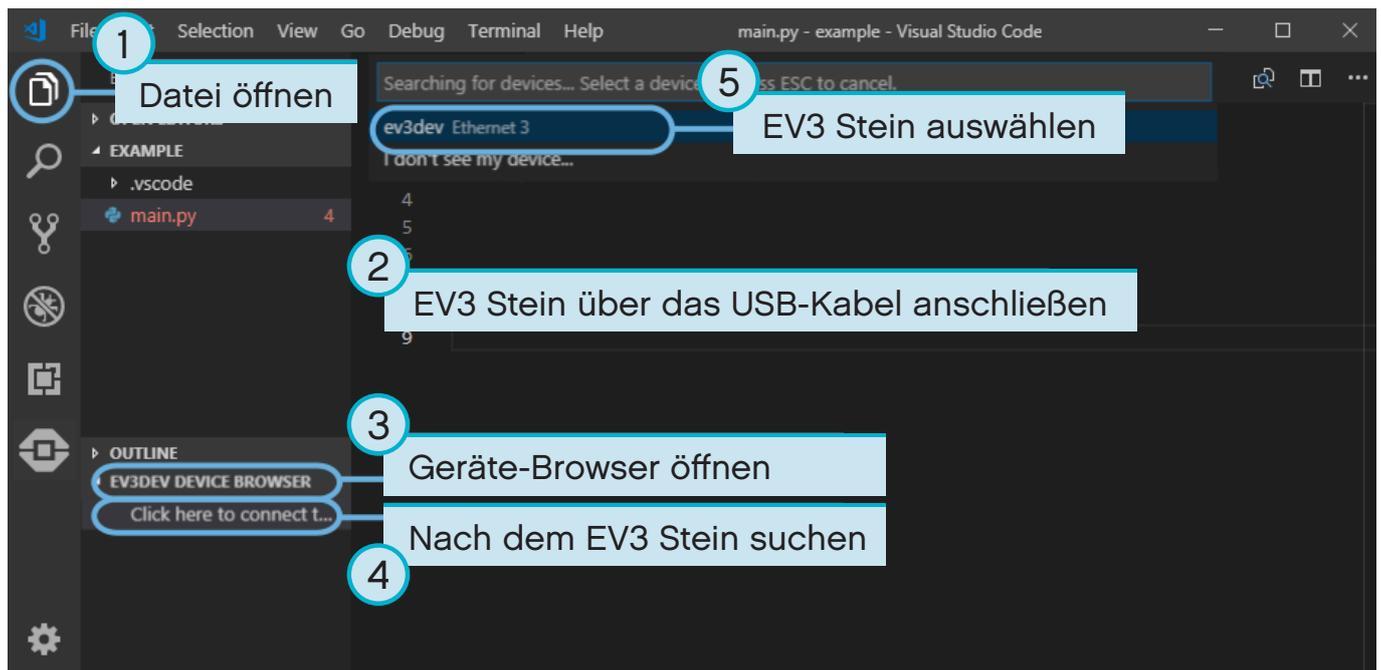

Abbildung 2.5: Einrichten der USB-Verbindung zwischen Computer und EV3 Stein
- Die USB-Verbindung wie in Abbildung 2.5 dargestellt einrichten.